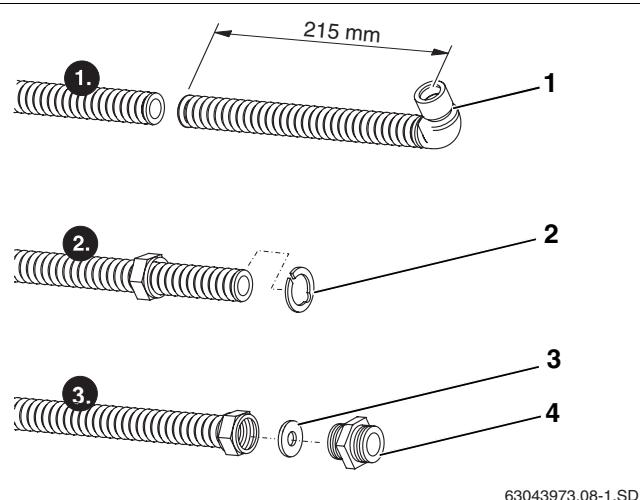

Рис. 39 Укорачивание соединительной трубы
- Труборезом отрезать часть соединительной трубы длиной 215 мм от середины уголка (рис. 39, поз. 1).
- Уложить сзади первой волны зажимную шайбу (рис. 39, поз. 2) и сжать. Она должна равномерно прилегать к буртику накидной гайки.
- Уложить шайбу (рис. 39, поз. 3) в накидную гайку на срез трубы.
- Завернуть двойной ниппель (рис. 39, поз. 4) в накидную гайку, чтобы получилась плоская уплотняющая поверхность на соединительной трубе.